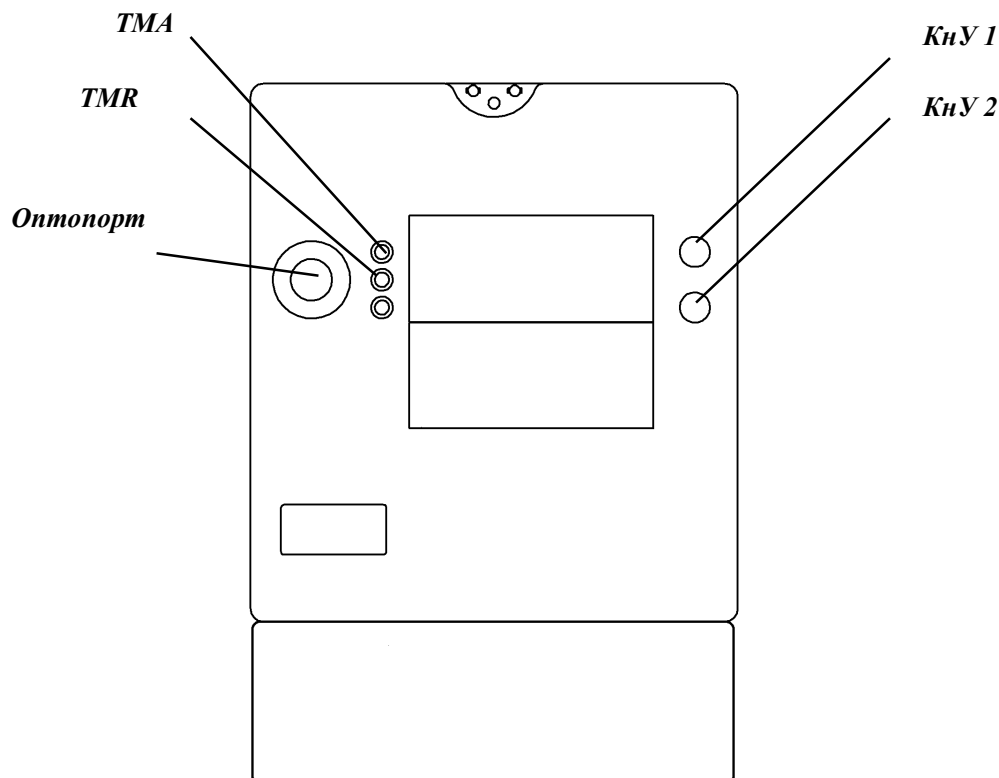

Рисунок 2 – Схема расположения индикаторов и органов управления счетчиков
Подключение абонента возможно также при помощи КнУ1, расположенной на лицевой поверхности счетчика (см. рисунок 2) при наличии разрешения, полученного от устройств АС.
Если **знаки — — мигают**, следует нажать КнУ1 (см. рисунок 2) и удерживать ее в нажатом состоянии 2 с, после чего начнется обратный отсчет (см. рисунок 24) и РУ включится автоматически.
- мигание индикатора ТМА (см. рисунок 2) пропорционально активной мощности подключенной нагрузки. При подключении нагрузки мощностью 0,1 кВт по каждой фазе индикатор ТМА должен мигать с частотой приблизительно 3 раза в секунду;